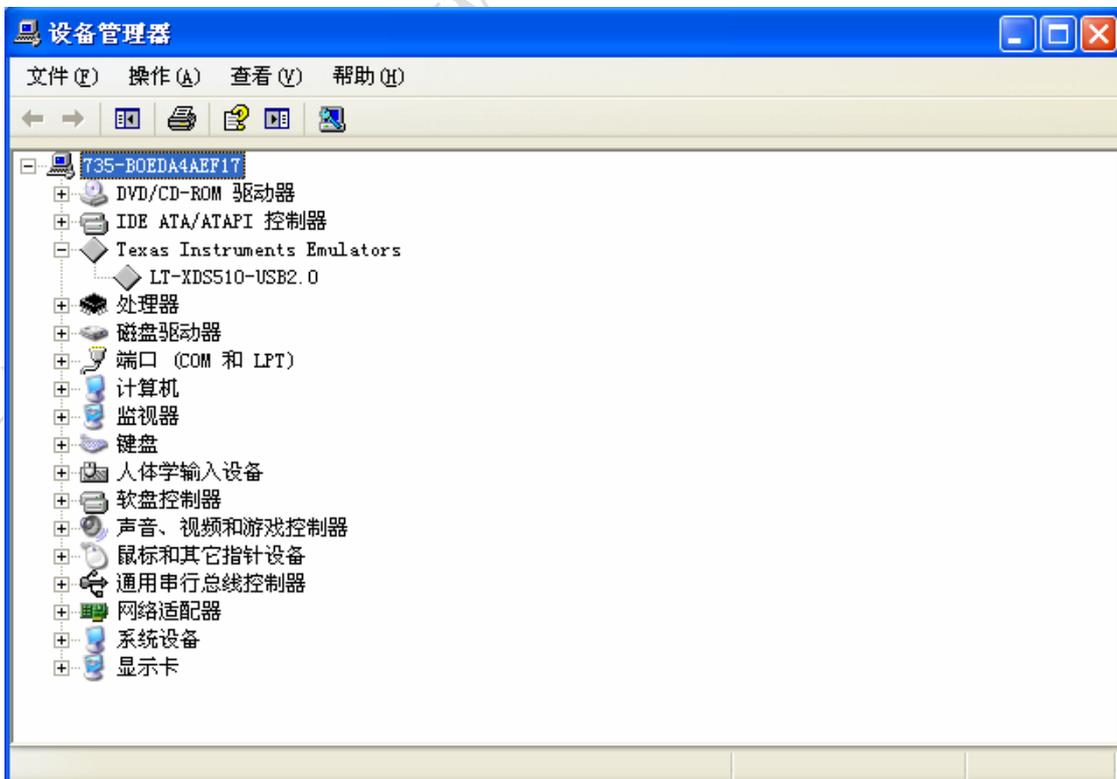

图 7
- 9.设备驱动程序安装完成后在系统设备列表里应该可以看到在Texas Instruments Emulators里增加了LT-XDS510-USB2.0设备。如图7所示。